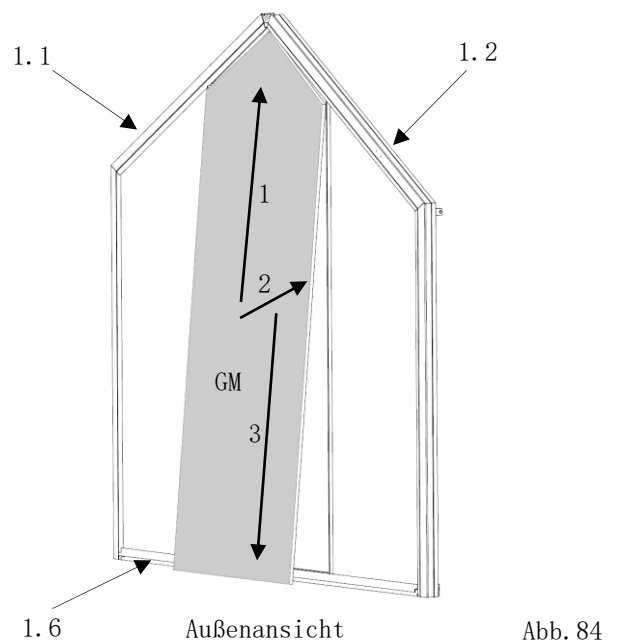

Abb. 84
3. in das Bodenprofil (Pos. 2.8) gestellt. (Abb. 84)